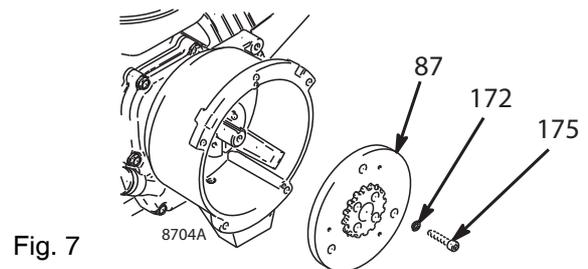

Fig. 7
- 9 Fig. 7. Utilice una llave de impacto o coloque una cuña entre el inducido (87) y el cárter del embrague para sujetar el eje del motor durante el desmontaje.
- 10 Retire los cuatro tornillos (175) y las arandelas de seguridad (172).
- 11 Desmonte el inducido (87).